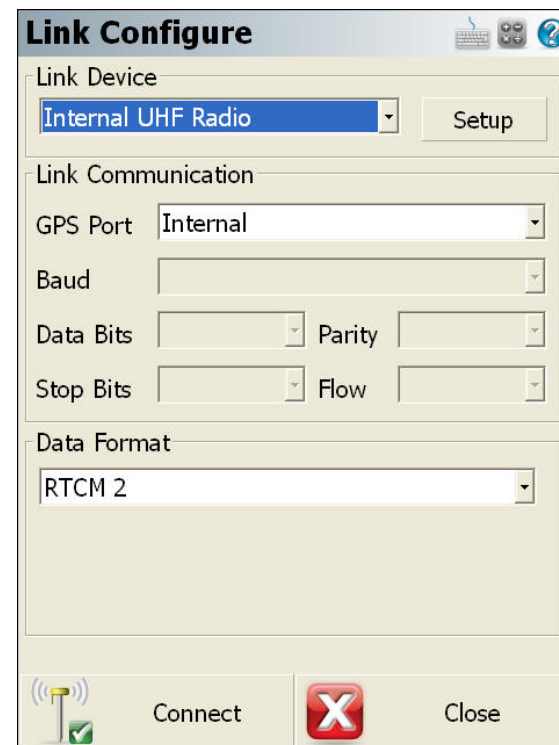

Figura 8: Link Configure (Config. Collegamento)
79. Sulla schermata **Link Configure (Config. Collegamento)** (vedi Figura 8), selezionare **Internal UHF Radio (Modulo radio UHF)** nel campo **Link Device** (Dispositivo di collegamento). Il campo **GPS Port** (Porta GPS) deve essere impostato su **Internal (Interna)**, solo per il modulo radio da 1 W.
84. Sulla schermata **Link Configure (Config. Collegamento)** (vedi Figura 8), fare clic su **Connect (Connetti)**.